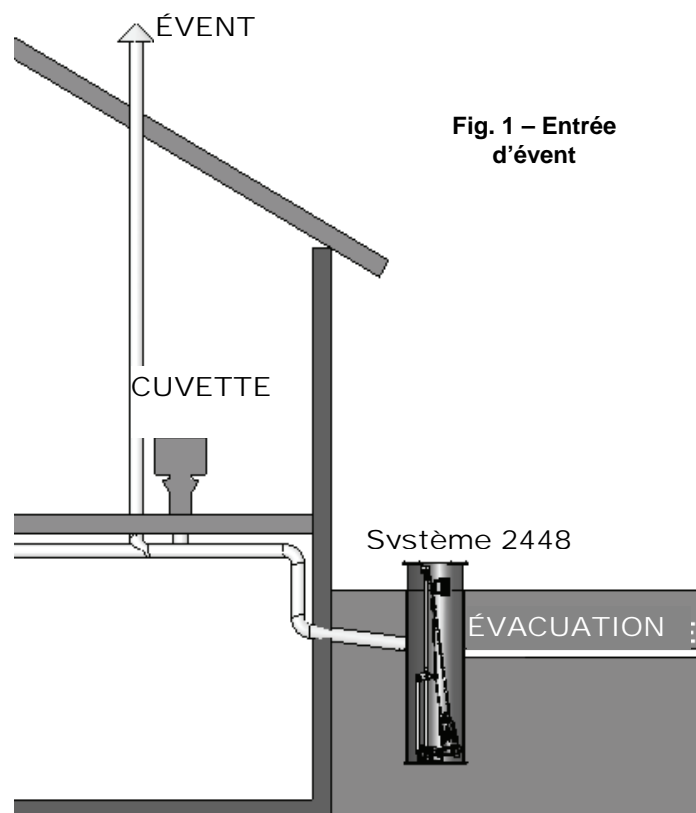

Fig. 1 – Entrée d'évent
- C. **Évent** : Le bassin nécessaire fourni avec le 2448 doit être étanche et ventilé adéquatement afin de respecter les normes des codes de plomberie et de santé publique. Le modèle 2448 est conçu pour être raccordé à une colonne de ventilation secondaire du bâtiment existante. Pour ce faire, il ne doit pas y avoir de trappe entre l'entrée du 2448 et le raccordement le plus près de colonne de ventilation secondaire la plus proche. Voir l'exemple à la figure 1. Si cela n'est pas possible ou souhaitable dans le cas d'une installation particulière, on peut installer une bride de ventilation ou un œillet dans un orifice découpé dans le couvercle de fibre de verre plein.